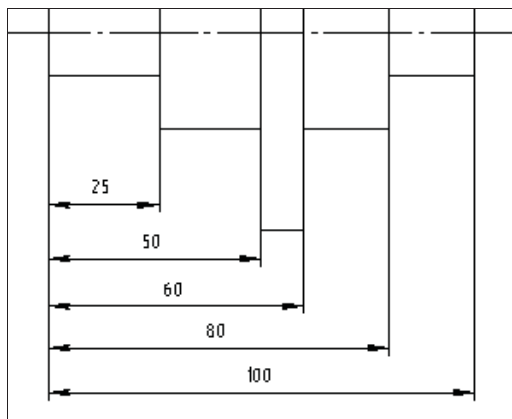

Рис. 12.19. Построение линейных размеров от общей базы
- ◆ укажите ЛК мыши точку привязки **t3** второго размера (рис. 12.19);